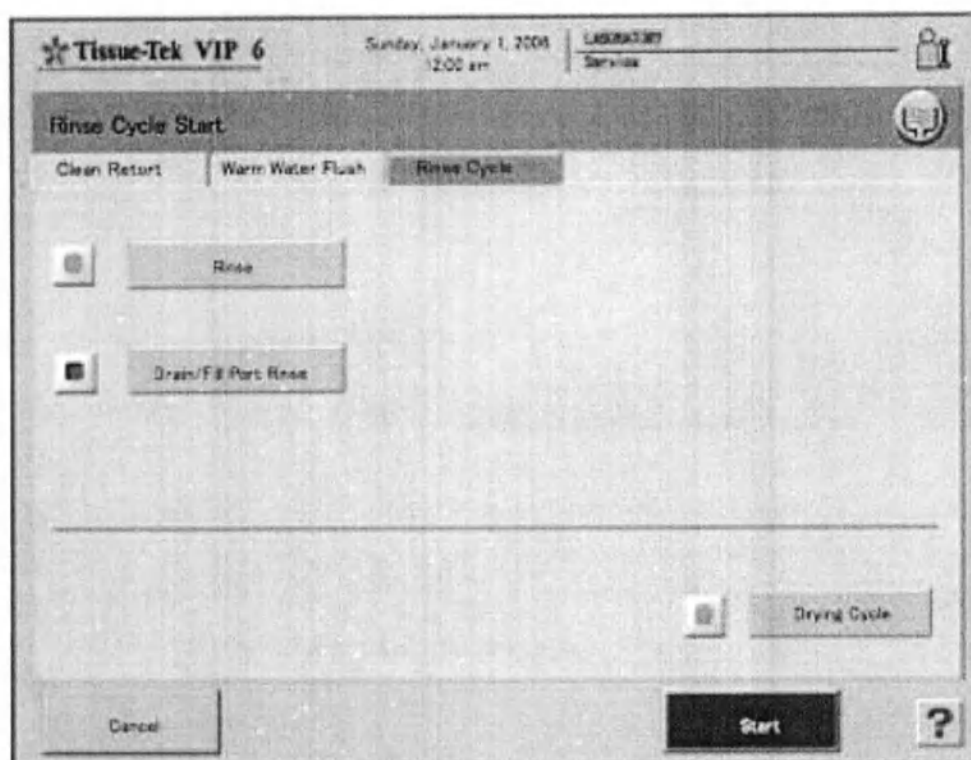

Рис. 130 Кнопка «Промыть» (старт промывки)
1. Чтобы промыть реторту и подающие трубки спиртом из станции №17, нажмите кнопку «**Rinse**» (Промыть) (Рис. 130).